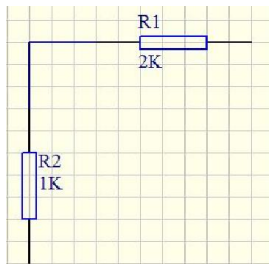

图 4.29 连接完成
(4) 在转折处继续连接导线至 R2 连接点，如图 4.29 所示。